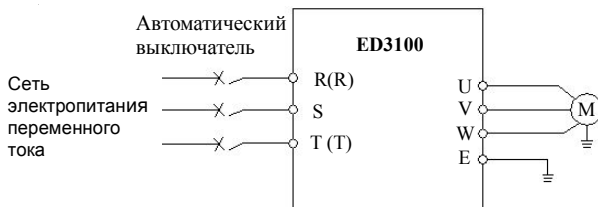

Рис.3-3 Простое подключение силовых цепей
(1) Перед подключением убедиться, что после отключения электропитания прошло более 10 мин; в противном случае возможно поражение электрическим током.
(2) Категорически запрещается подключать линию электропитания к выходным клеммам преобразователя U, V и W.
(3) Поскольку при работе преобразователя существует ток утечки, преобразователь и электродвигатель должны быть надёжно заземлены; провод заземления должен быть выполнен медным проводником сечением не менее $3,5 \text{ мм}^2$, а сопротивление заземления должно быть не более 10 Ом.
(4) Пользователю не следует проводить определение максимального выдерживаемого преобразователем напряжения, поскольку преобразователь прошёл эту проверку на заводе-изготовителе.
(5) Между преобразователем и электродвигателем не следует устанавливать электромагнитный контактор и поглощающий конденсатор или другие резистивно-ёмкостные демпфирующие устройства, как показано на рис. 3-3.
(6) Чтобы иметь возможность использовать максимальную токовую защиту на входе и проводить техническое обслуживание при аварийном отключении питания, преобразователь должен подключаться к линии электроснабжения через промежуточный прерыватель.
(7) Соединительные провода (DI1 ~ DI6, DO1, DO2) входной и выходной цепей реле должны быть многожильными или экранированными проводами сечением более 0,75 мм²; один конец экранирующей оболочки должен быть свободен, а другой – подключен к имеющейся на преобразователе клемме заземления E; длина соединительного кабеля должна быть не более 50 м.